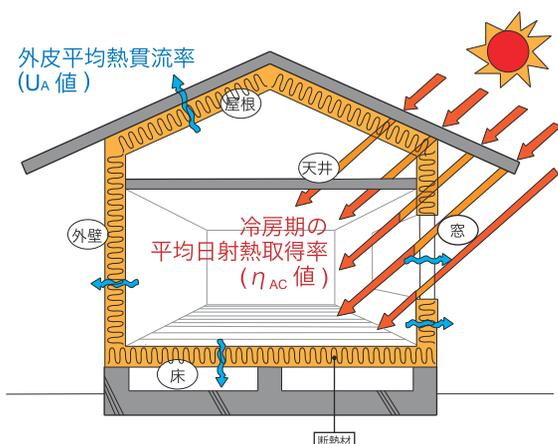

図4 住宅の外皮性能を評価する指標 (U_A 値と η_{AC} 値)
①外皮性能（外壁、窓等）と②一次エネルギー消費量の基準からなります。
① 住宅の窓や外壁などの外皮性能を評価する基準（ U_A 値、 η_{AC} 値、図4）